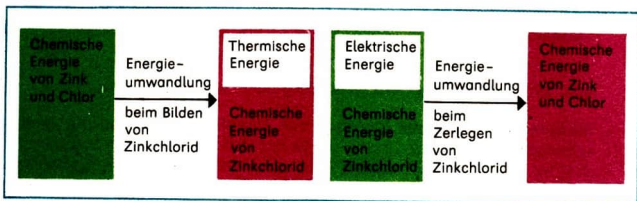

Abb. 103 Energieumwandlungen bei der Bildung und Zerlegung von Zinkchlorid
Die chemische Energie gleicher Stoffproben von Zink und Chlor ist vor der Bildung von Zinkchlorid und nach der Zerlegung von Zinkchlorid gleich groß (Abb. 103). ②